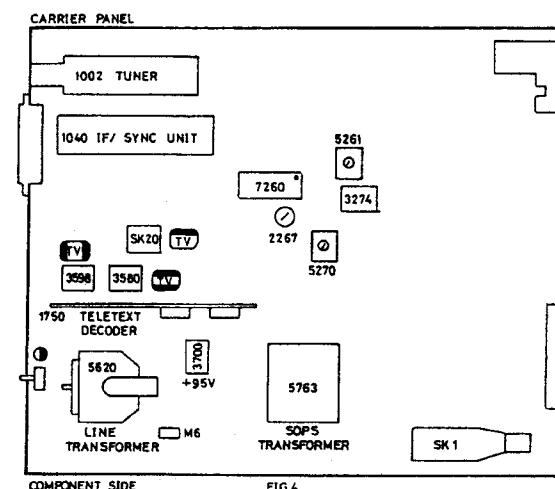

FIG. 4
A. Justeringer på hovedpanelet (fig. 4)
A. Adjustments to the main panel (fig. 4)